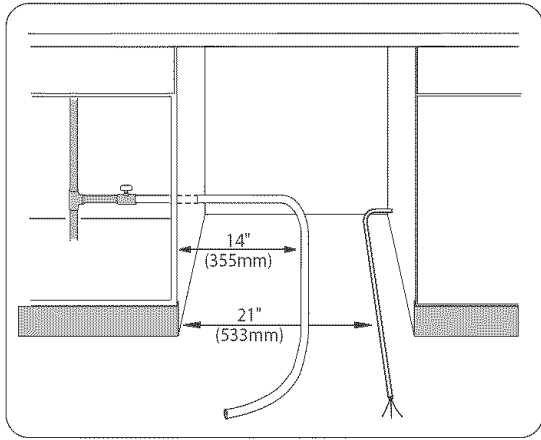

Ilustración 18
1) Enderece y acomode el tubo de alimentación de agua caliente y el cable de alimentación eléctrica como muestra la Ilustración 18 de modo que queden en línea con sus propios canales en la base de la lavadora.